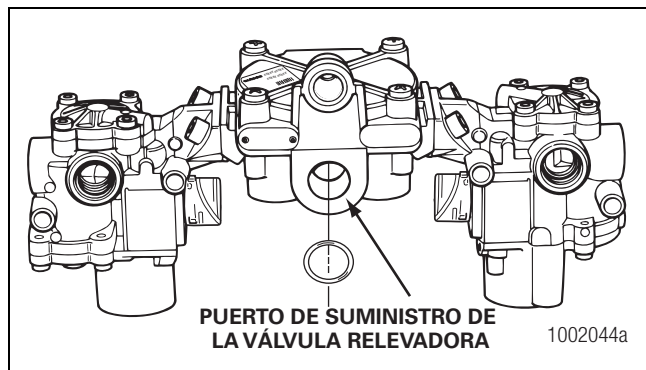

Figura 4.11
4. Lubrique el anillo "O" grande de reemplazo e instálelo en la ranura del puerto de suministro de la válvula relevadora. Figura 4.11.